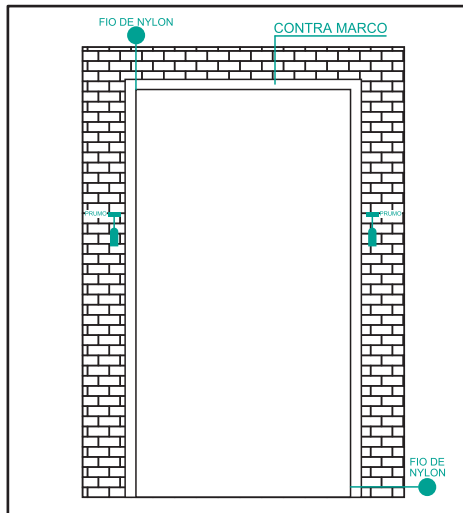

Figura 11 - Detalhe do estudo de nível.
e) Conferir nível e prumo do contramarco, conforme figura 11.